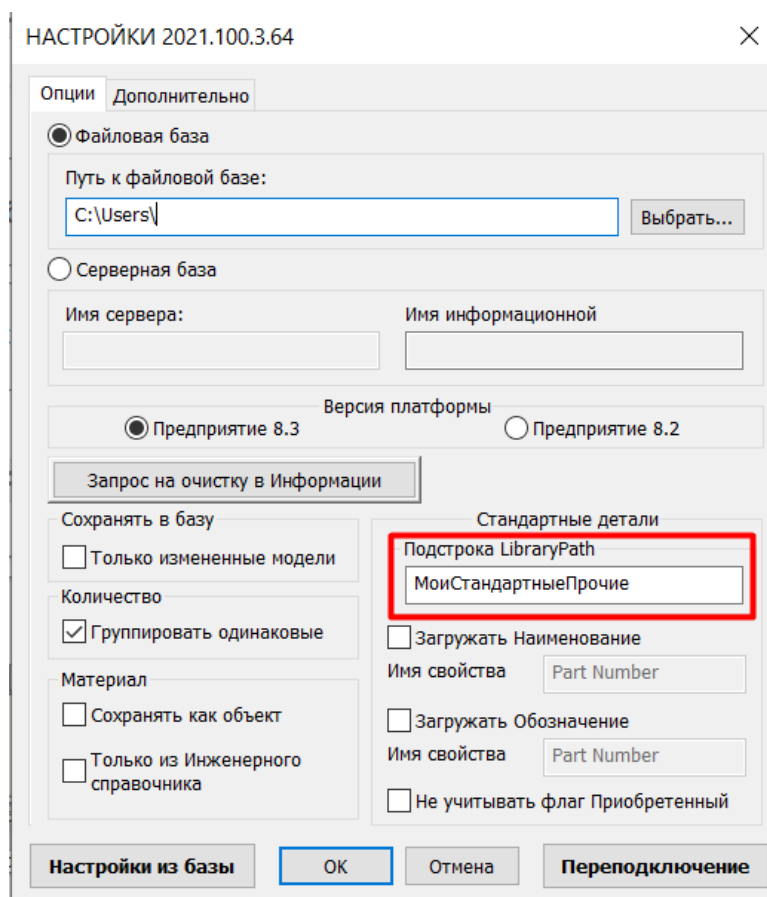
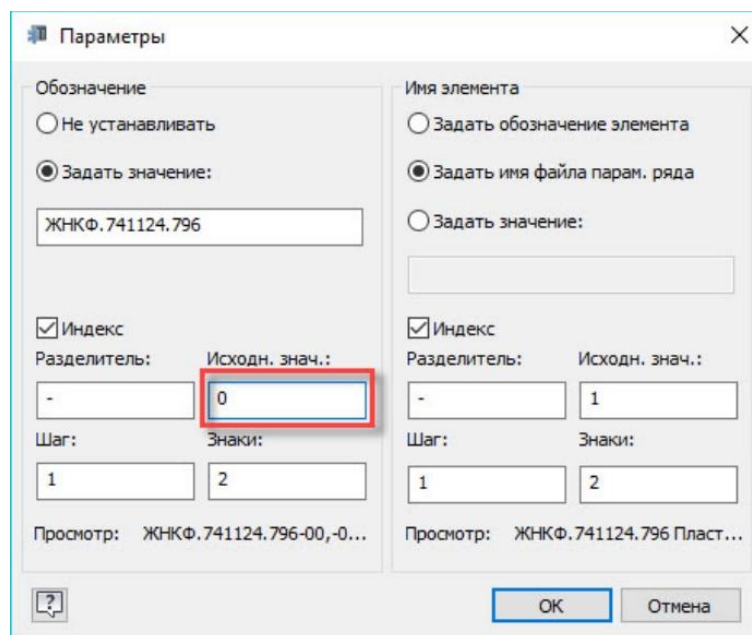

Рисунок 13
Рисунок 17
Для задания пользовательской библиотеки стандартных и прочих элементов используется «Подстрока LibraryPath» (Рисунок 13). Она является подстрокой пути каталога. По умолчанию задано «МоиСтандартныеПрочие», но значение может быть изменено на любое иное. (например — «МоиСтандартныеПрочие» для "C:\МоиСтандартныеПрочие\Болты\").
2. В настройках [2] (Рисунок 13) задать исходное значение равное «0» (Рисунок 17), применив схему нумерации ко всем строкам;